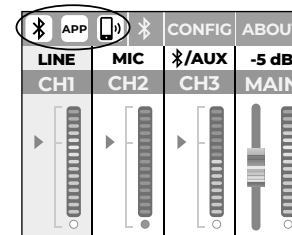

fig. 2
**ATTENTION** : Utiliser uniquement le même bloc-batterie, conformément aux spécifications techniques indiquées sur la Fig. 2. Cette batterie hautes performances spécifique est la seule approuvée pour garantir une utilisation efficace et en toute sécurité avec le système B-TWIG 8 MOBILE.
2. Fixer l'élément A en le faisant glisser dans le mécanisme d'accrochage coulissant (Fig. 2).
Les icônes - - , si elles sont activées, s'allument en vert (Fig. 2) :